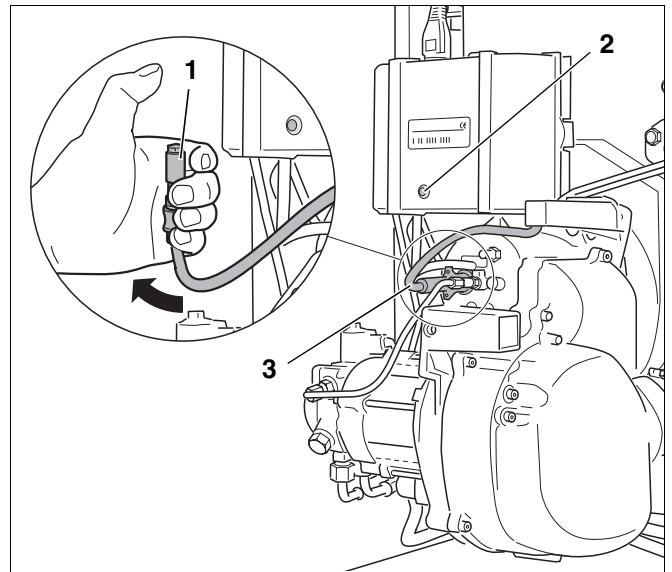

Abb. 25 Flammenfühler auf Funktion prüfen
- Flammenfühler bei laufendem Brenner am vorgesehenen Griff aus der Halterung ziehen (Abb. 25, **Pos. 3**).
- Flammenfühler gegen Licht halten (Abb. 25, **Pos. 1**). Es muss nach Wiederanlauf eine Störabschaltung erfolgen.
- Nach einer Wartezeit von ca. 30 Sekunden den Feuerungsautomaten durch Drücken des Entstörtasters (Abb. 25, **Pos. 2**) entriegeln.